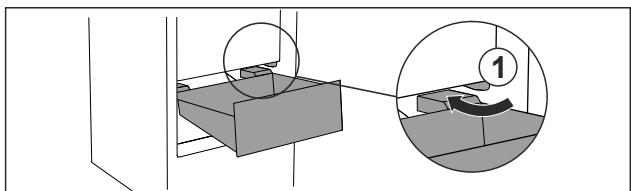

Fig. 81
- ▶ Прокарайте чекмеджето под ъгъл около ограничителите Fig. 81 (1).